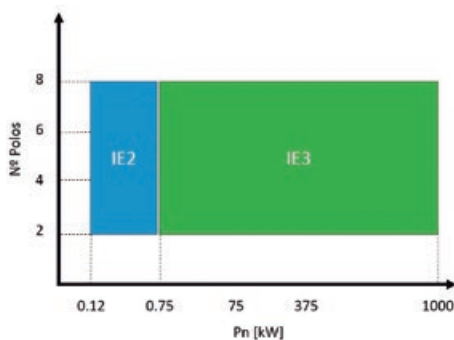

Figura 2. Etapa 1 do Regulamento (UE) 2019/1781: motores.
- › Polaridade: 2 a 8 polos. Ver Figura 2.